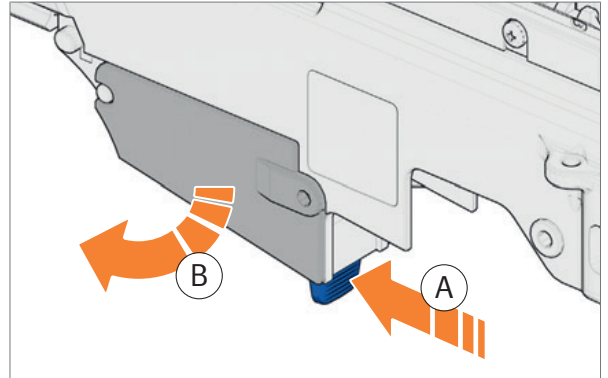

Abb. 104: Magazinschacht entnehmen
2. Magazinhalter nach vorne drücken und halten (Abb. 104).
3. Magazinschacht nach unten entnehmen (Abb. 104).